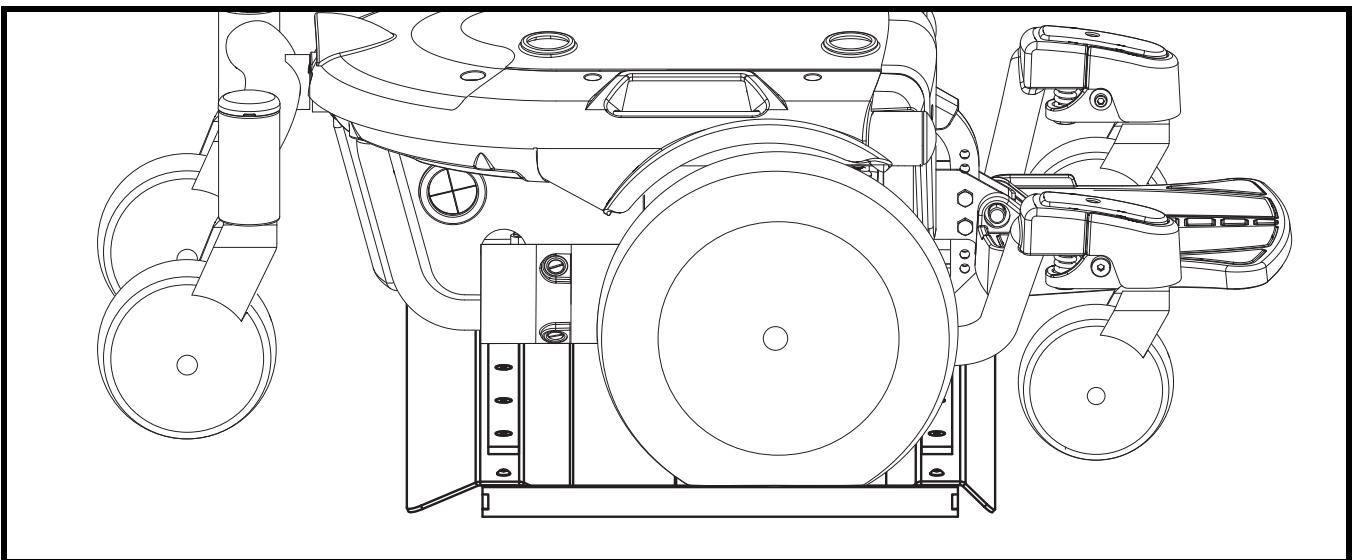

Figure 12. Placement des roues sur l'Outlander LP Plateforme
**NOTE:** Le *Outlander LP* ne nécessite pas l'installation de cale de roue. Le design de la plateforme soutient les roues de l'appareil de mobilité. Les cales ne sont donc pas nécessaires. Voir la figure 12.